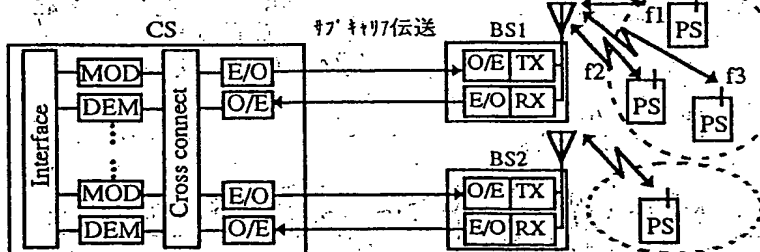
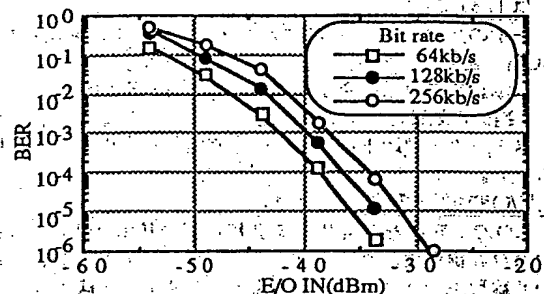
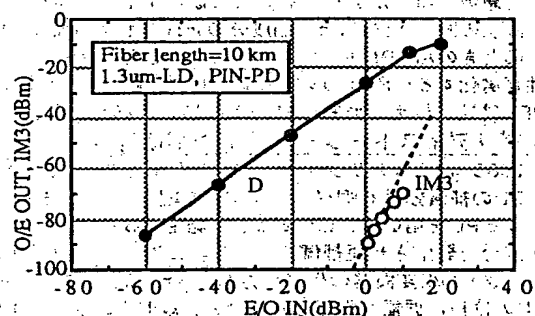
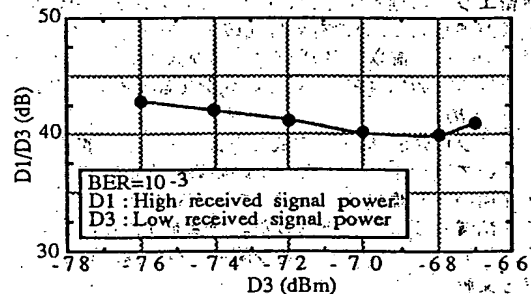

図1 サブキャリア伝送のマイクロ移動通信方式への適用
図2 各ビットレートに対するE/O入力対BER特性
図3 信号入出力およびIM3特性
図4 複数キャリア受信時のゲインレンジ特性
2. 基本伝送特性 図1にシステム構成例を示す。キャリア7ラインはCSで行ない、各キャリアはクロスコネクにより各BS用E/O変換器に入力される。図2に各ビットレートに対するE/O入力対BER特性を示す。サブキャリア伝送における所望信号のCNRは信号帯域幅に反比例するため、64kb/sの時、最も許容E/O入力レベルを少なくすることができる。図3に信号入出力およびIM3レベル特性を示す。例えば、所要CNRを20dBとすると、雑音から決まるE/Oのゲインレンジは約60dBとなる。しかし、図4に示すように複数キャリア使用時には、3次相互変調歪により、そのゲインレンジは約45dBに制限される。